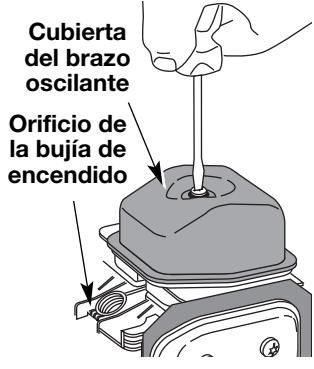

Fig. 42
7. Limpie la suciedad de alrededor de la cubierta del brazo oscilante. Saque el tornillo que sostiene la cubierta del brazo oscilante con un destornillador grande de vástago plano o con una broca Torx T-25 (Fig. 42). Saque la cubierta y la junta del brazo oscilante.
- El pistón se encuentra en la parte superior de su recorrido mientras mira dentro del orificio de la bujía de encendido (Fig. 42).